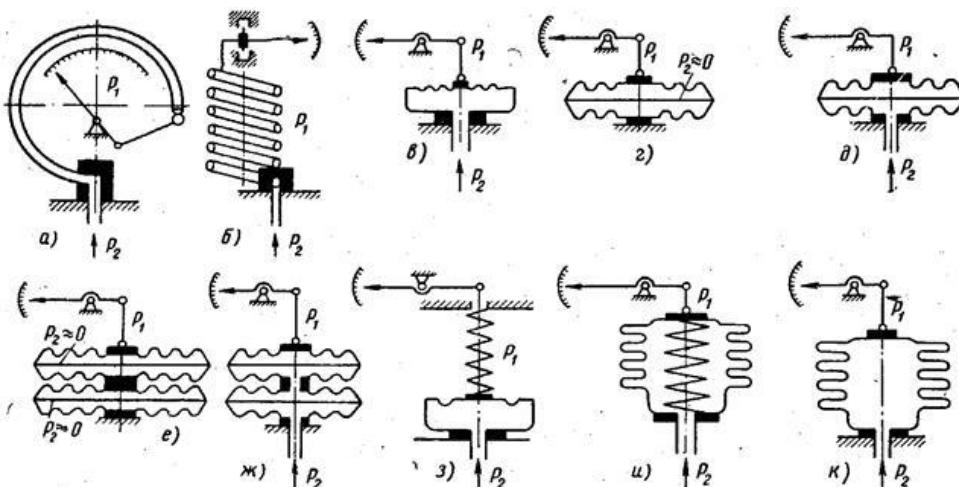

Рис. 3. Типы пружинных устройств
1. приборы с трубчатой пружиной, или собственно пружинные (рис. 3а,б);
2. мембранные приборы, у которых упругим элементом служит мембрана (рис. 3в), анероидная или мембранныя коробка (рис. 3г,д), блок анероидных или мембранных коробок (рис. 3е,ж);
3. пружинно-мембранные с гибкой мембраной (рис. 3з);
4. приборы с упругой гармониковой мембраной (сильфоном) (рис. 3к);
5. пружинно-сильфонные (рис. 3и).